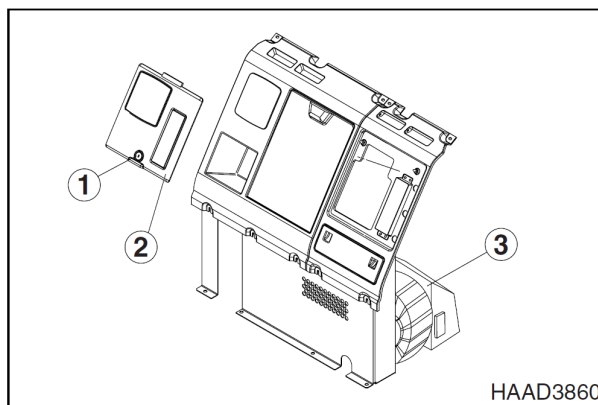

Рис. 2
1. Поверните ключ в гнезде дверного замка (1, рис. 2), чтобы открыть крышку (2, рис. 2), расположенную позади сиденья оператора.
3. Снять крышку (2, рис. 2) задней коробки.
4. Снять крышку фильтра (3, рис. 2) с блока кондиционера воздуха.